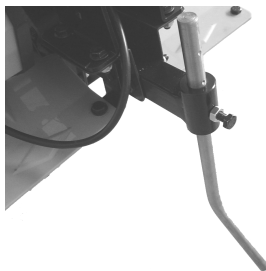

рис. 11
- Установите глубину задней опоры сменой нужного отверстия. (См. рис. 11)